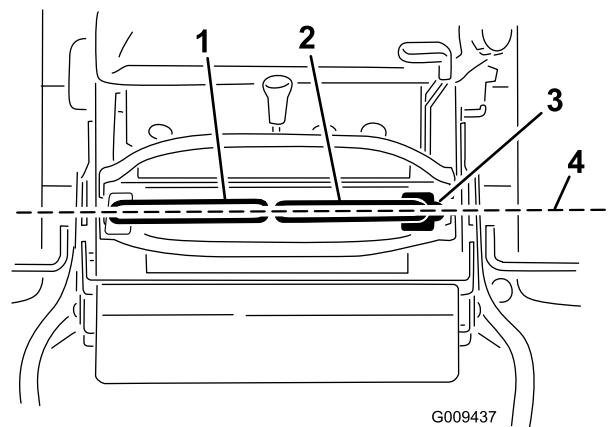

Figura 70
Importante: Compruebe el avance de la máquina después de ajustar las palancas de control de movimiento. Se utiliza el mismo procedimiento para ajustar la dirección y para alinear las palancas de control de movimiento hacia adelante-atrás (Figura 70).
- Una vez ajustada la alineación horizontal, compruebe la alineación hacia adelante-atrás (Figura 70).